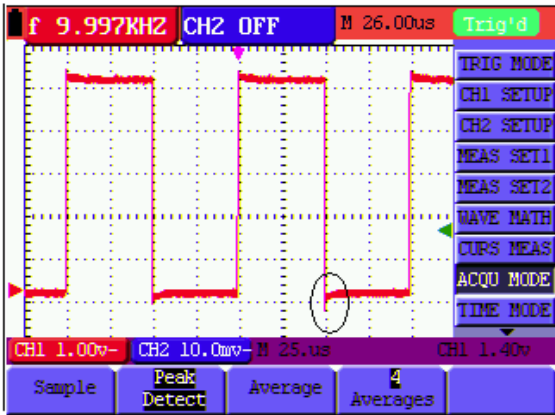

Рисунок 16. Обнаружение пиков
3. Нажмите кнопку **F2**, чтобы выбрать опцию «Peak Detect». Теперь вы можете обнаружить всплеск. (см. рисунок 16)